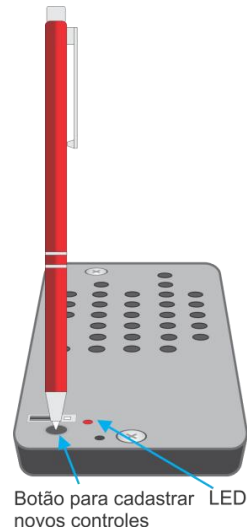

Figura 10
- Com a ajuda de uma caneta ou outro objeto com ponta, pressione uma vez o botão embutido no módulo como mostra a figura 10. Um LED vermelho acende e ficará aceso por 10 segundos.